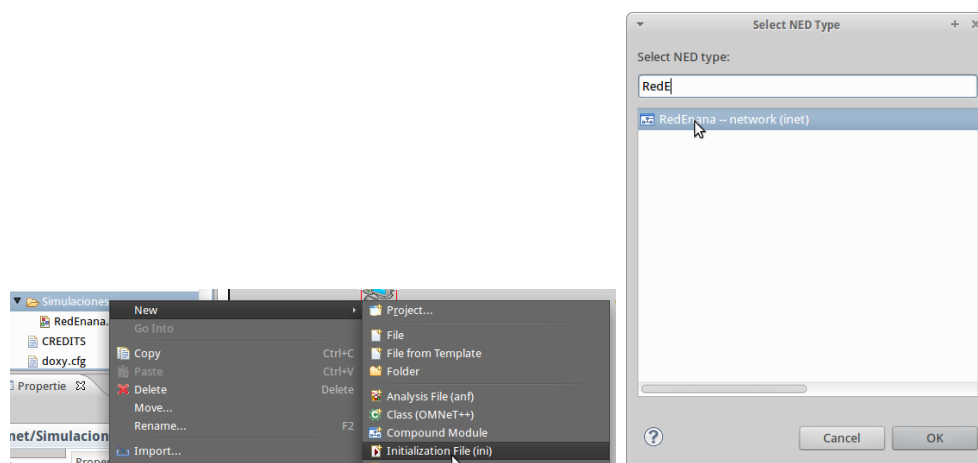

Figura 5: Creación de un fichero INI
1. Clic derecho en la carpeta “Practica-1”, “New” -> Initialization File (ini). En la ventana abierta llamamos “RedEnana.ini” al nuevo fichero INI, clic en “Next” y seleccionamos “Empty Ini file” y, finalmente, clic en “Next” y buscamos y seleccionamos la red “RedEnana” que hemos creado en el apartado anterior (figura 5).